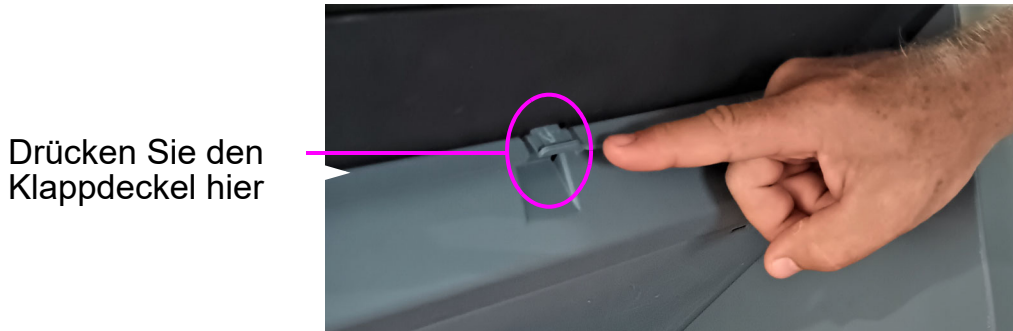

Abbildung 5-5: Zugang zum Vorderseitendrucker
1. Drücken Sie den Klappdeckel unter den Sortierfächern (Abbildung 5-5). Die Klappe öffnet sich und gibt die Druckereinheit frei.